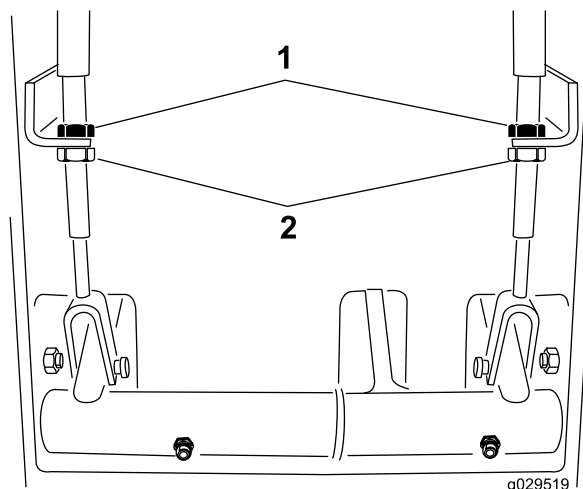

Bild 69
2. Ziehen Sie zum Reduzieren des Spiels der Bremspedale die Bremsen fester; lockern Sie dazu die vorderen Klemmmuttern am Gewindeende des Bremszugs (Bild 69).